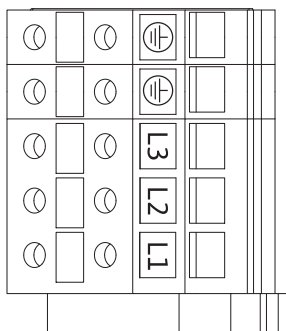

Fig. 25: Effektklemmer
- Effektklemmer (nettkoblingsklemmer) (Fig. 25)